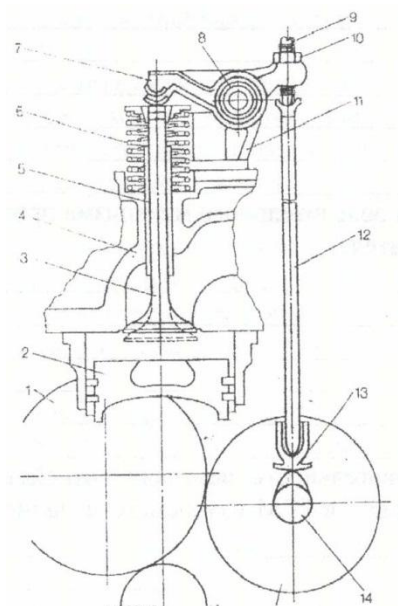

Рис. 2.1. Схема газораспределительного механизма
1. Обозначьте в соответствии с нумерацией (1-14) детали газораспределительного механизма (рис. 2.1.)